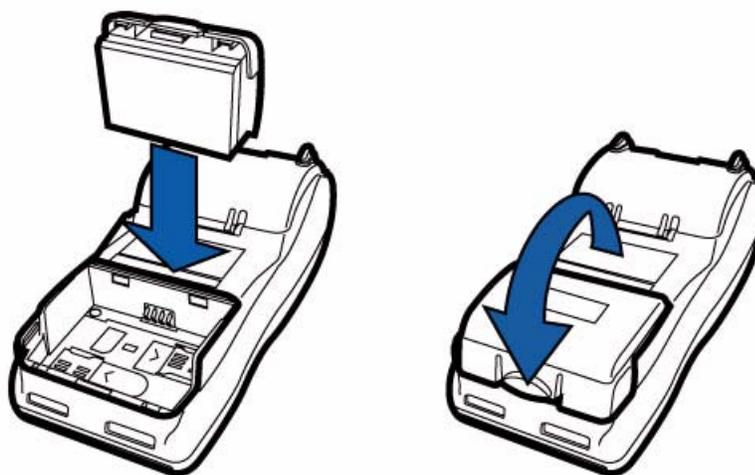

图 20 安装智能电池
- 5 安装电池 (请参见图 20)。
- 5 安装电池（请参见图 20）。
VX 680 智能电池安装在 VX 680 终端背部的一个槽中，如图 20 所示。放置好电池时，锁片会发出卡嗒的一声。该槽上有沟槽，因此只能沿一种方向插入电池。